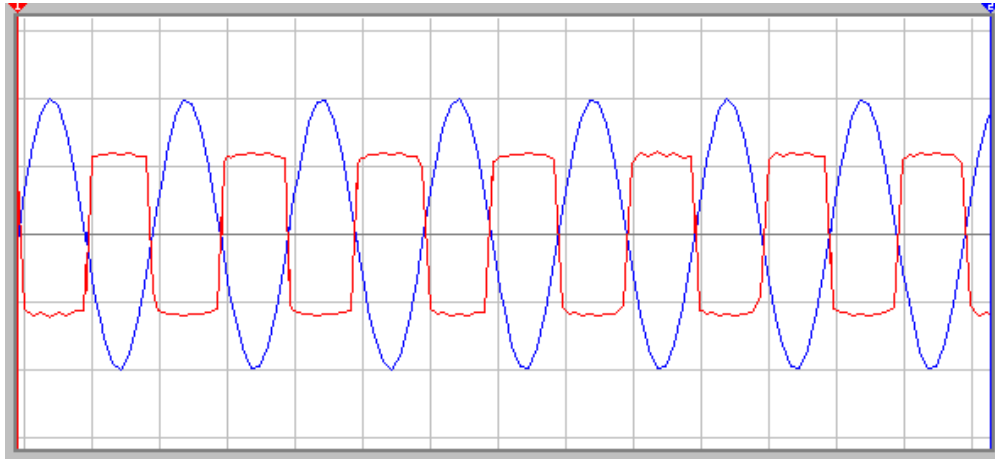

Рис. 4. Осциллограммы сигналов в контрольных точках схемы
5. Подключить измерительные приборы к контрольным точкам и запустить схему. Произвести контроль рабочих процессов происходящих в схеме рис. 4.